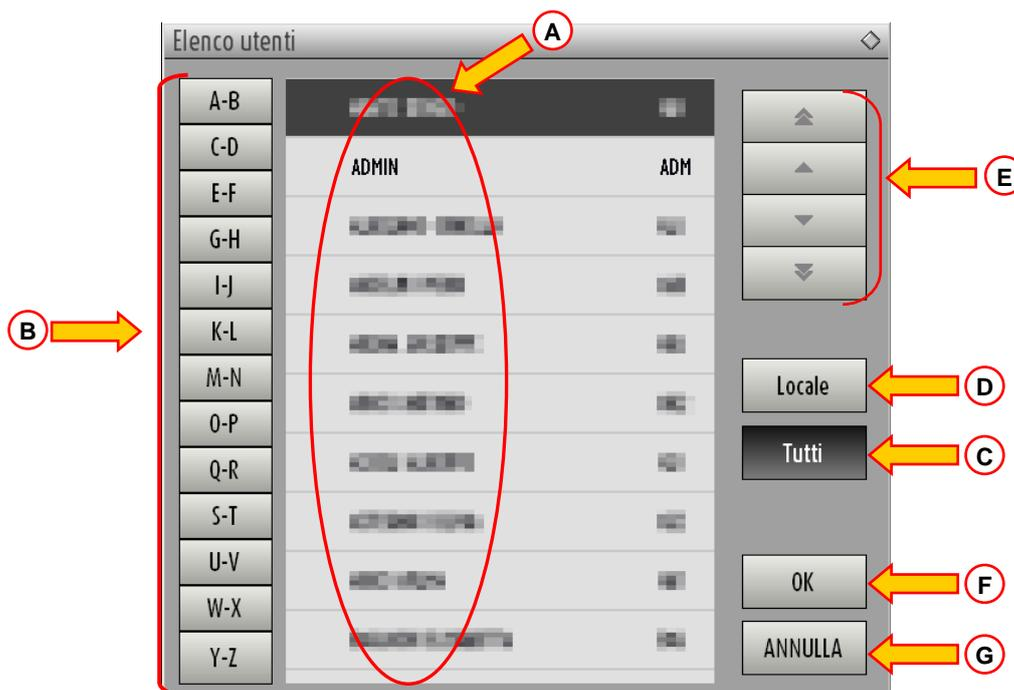

Fig 14 – Elenco Utenti
si aprirà la finestra seguente (Fig 14).
La parte centrale della finestra riporta, in ordine alfabetico, i nomi dei possibili utenti (Fig 14 A).
Le lettere presenti sulla sinistra (Fig 14 B) permettono di visualizzare solo gli utenti il cui nome inizia per una lettera determinata.
Il pulsante **TUTTI** (Fig 14 C) permette di visualizzare la lista di tutti i possibili utenti.
Il pulsante **LOCALE** (Fig 14 D) permette di visualizzare la lista dei soli utenti che utilizzano la workstation specifica su cui si sta lavorando.
Le frecce presenti sulla destra della finestra (Fig 14 E) permettono di far scorrere su e giù la lista degli utenti.
- Cliccare il pulsante **OK** (Fig 14 F).
Il pulsante **ANNULLA** (Fig 14 G) permette di annullare l'operazione e di chiudere la finestra "Elenco utenti" senza aver selezionato alcun utente.